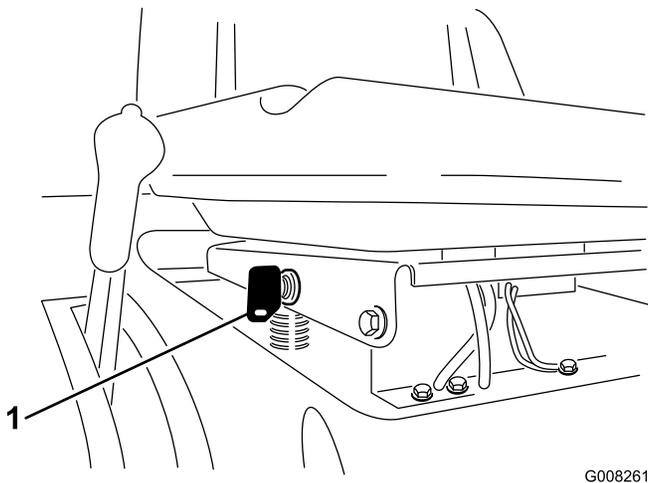

Bild 13
Wenn Sie im Rückwärtsgang die Messer (ZWA) benötigen, können Sie diesen Sicherheitsschalter mit dem KeyChoice-Schalter, der sich in der Nähe der Sitzhalterung befindet, deaktivieren (Bild 13).
2. Stecken Sie den KeyChoice – Schlüssel in das Zündschloss (Bild 13).